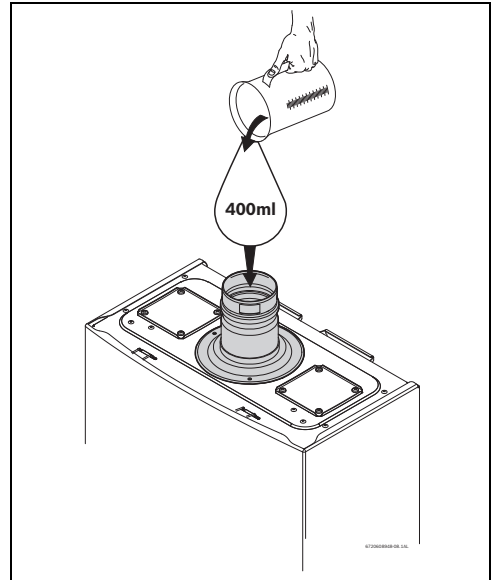

Fig. 32 Riempimento del serbatoio, con acqua, prima della messa in funzione dell'apparecchio
- ▶ Riempire il serbatoio di raccolta condensa, versando circa 400 ml di acqua, direttamente nell'accessorio base per scarico combusti dell'apparecchio (Fig. 32).